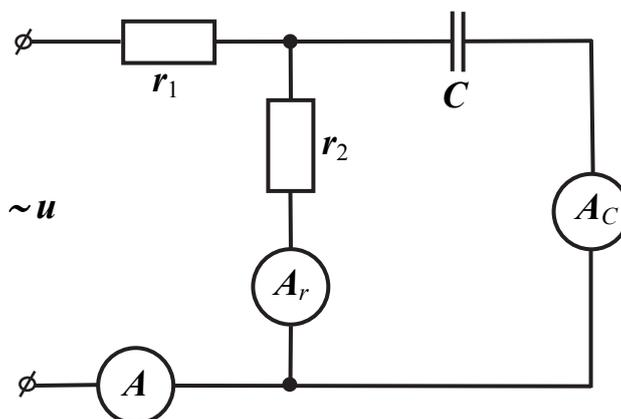

Рис. 11.2
2. Собрать схему с параллельным соединением сопротивления  $r_2$  и емкости  $C$  (рис. 11.2). В схеме  $C = 1$  мкФ,  $r_1 = 22$  Ом,  $r_2 = 100 \dots 150$  Ом. Напряжение источника  $U = 5$  В, частота  $f = 800 \dots 1200$  Гц.